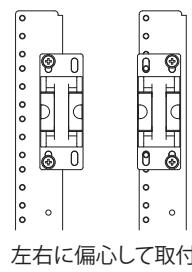

図 3
- 取付台は用途に合わせ左右に偏心させて上下2か所に締め付けてください。(図3)